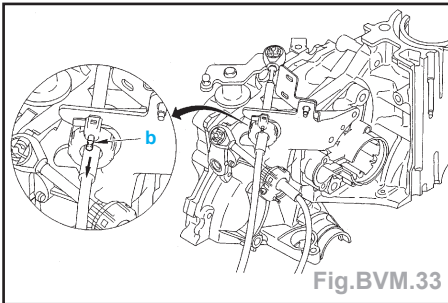

Fig.BVM.33
- Pour déverrouiller un arrêt de gaine (Fig.BVM.33) :